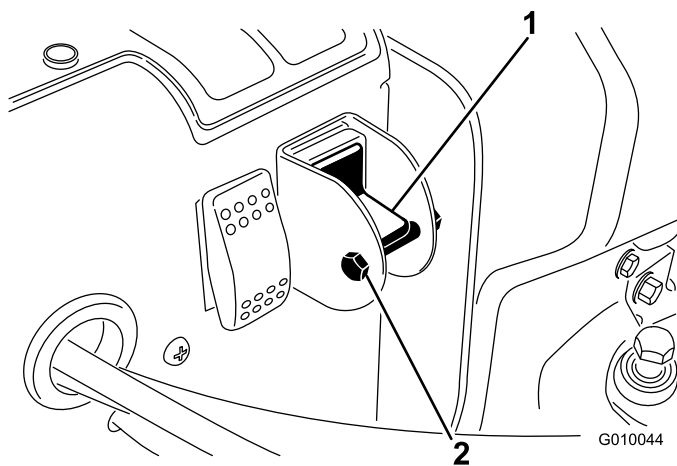

Bild 30
3. Entfernen Sie die Arretierschraube und die Mutter vom Auswahlwechsler (Bild 30).